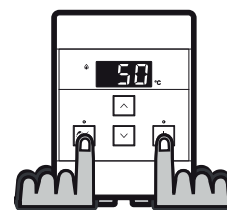

Fig. 3
STEP 1: solo sul comando 'Master', premere e mantenere premuti contemporaneamente i tasti 'Priority' e 'On/Off' (Fig.3) per circa 5 secondi, fino a quando il comando remoto emette un 'beep'.